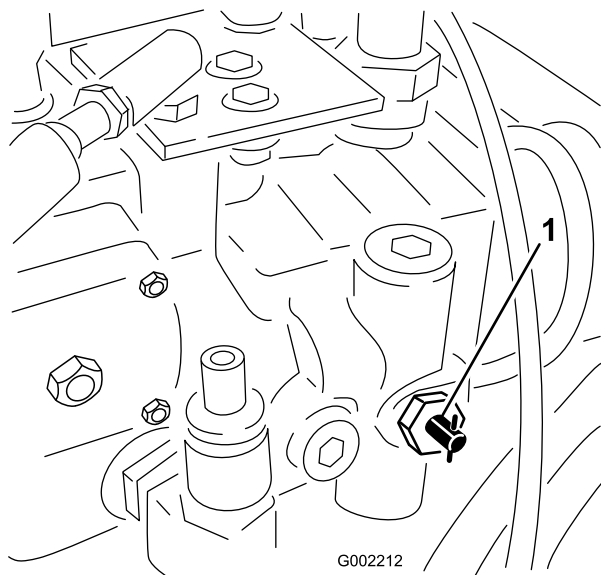

Figura 25
1. Girate la valvola di traino a (Figura 25) 90 gradi in qualsiasi senso per aprirla.